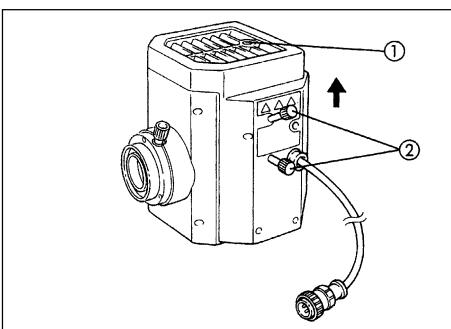

Fig. 3
1. Afloje el tornillo del enchufe del quemador ① con el destornillador Allen (Fig. 3).